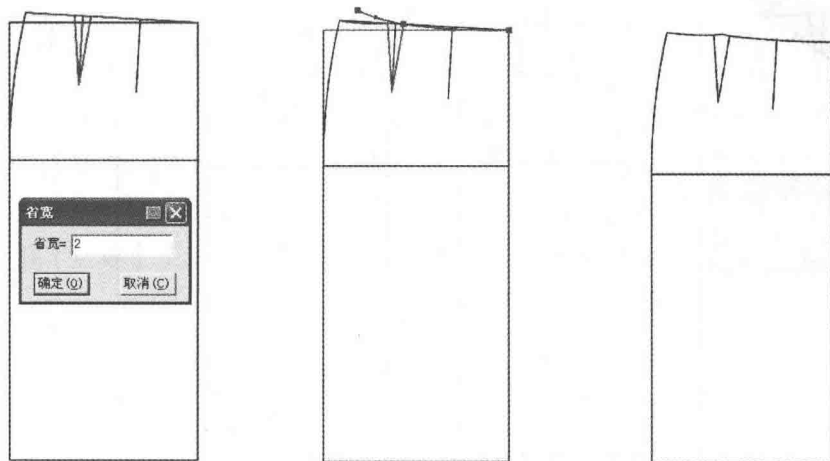

图6-26 画前腰省步骤1
③选择 【智能笔】工具按着【Shift】键，右键框选前腰围基础线，点击开省线，出现省宽对话框，输入2cm省量，确认后击右键调顺腰围线，单击右键结束（图6-26）。